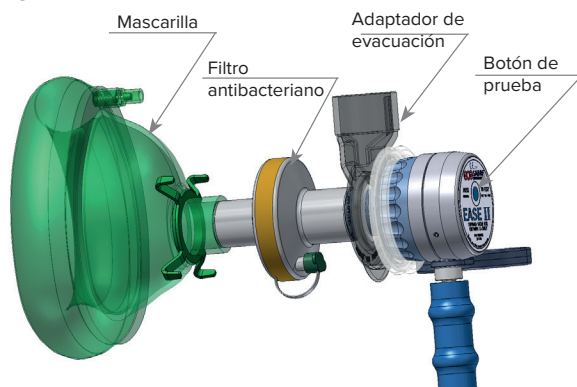

Fig. 1: Fixação do adaptador de evacuação, de filtro antibacteriano, da máscara
- Se no sistema está incluído o adaptador de evacuação, fixe-o na válvula de demanda pondo-o por pressão na válvula de paciente (ver a Fig. 1).
Escolha a máscara adequada ou o bocal conveniente ou o filtro conveniente para o paciente e fixe-os na válvula de demanda pondo-os por pressão na tomada cónica com o diâmetro de 22 mm na válvula de paciente (ver a Fig. 1).